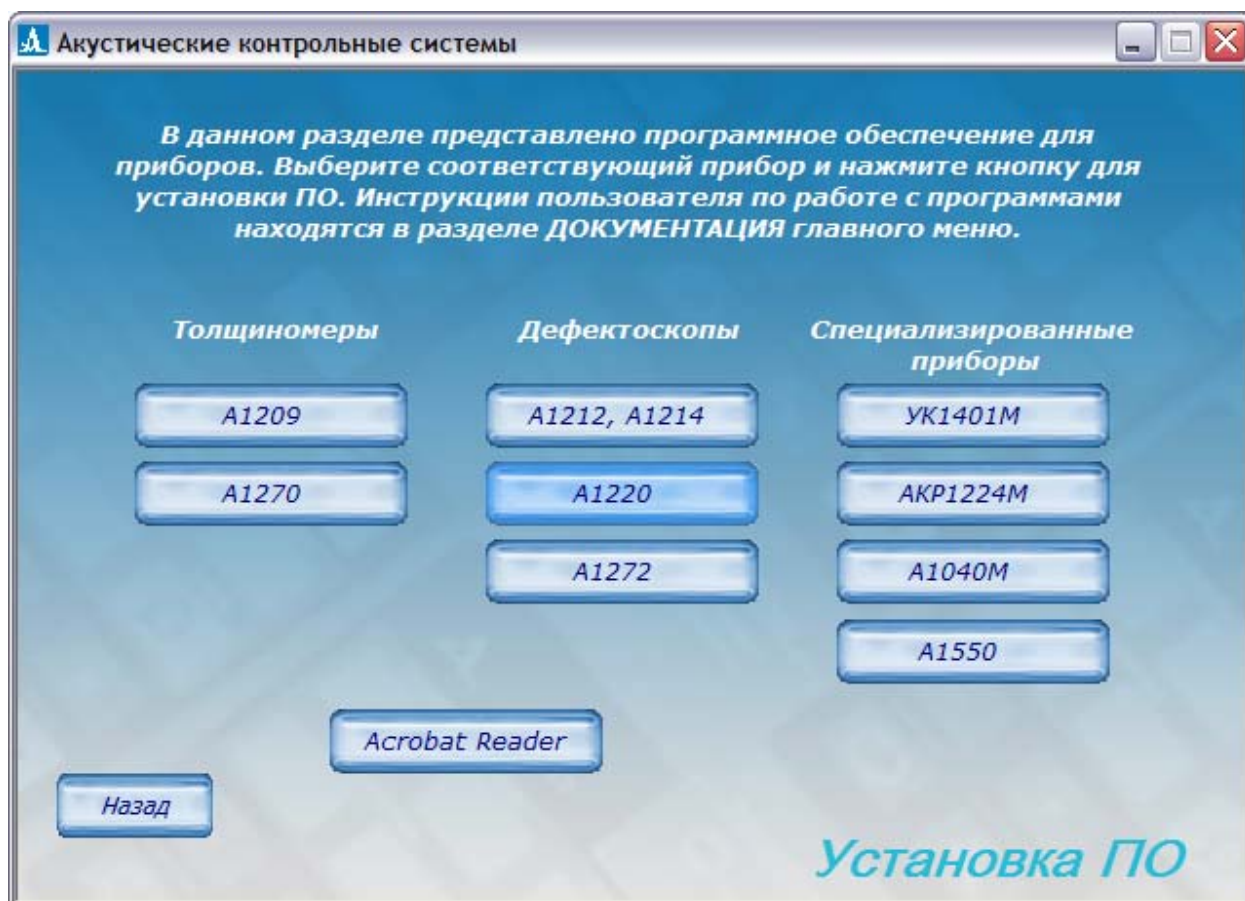

Рисунок 5
- Откроется окно выбора прибора для работы, с которым будет устанавливаться программное обеспечение (рисунок 5). Нажать кнопку «A1220». Начнется процесс установки программы PlaneVisor 3.